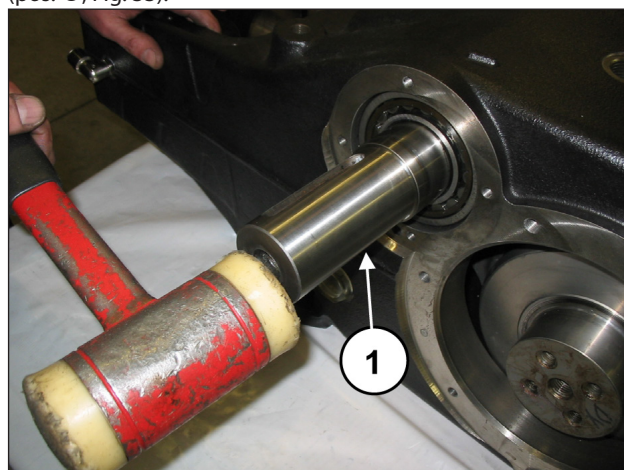
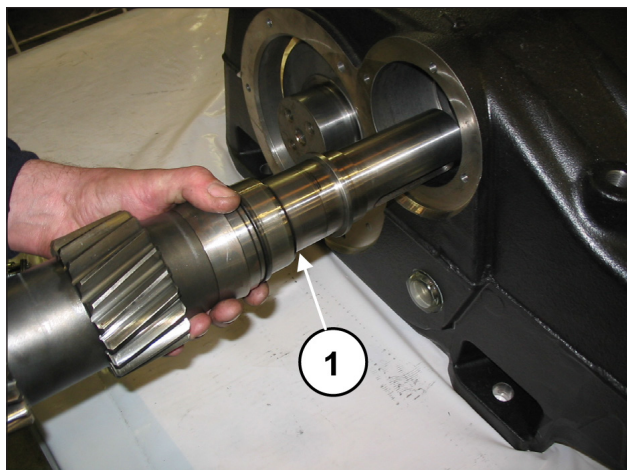

Fig. 32
Fig. 33
Mediante o uso de um mecanismo de percussão (pos. ①, Fig. 32) extraia o eixo PTO de qualquer um dos dois lados (pos. ①, Fig. 33).